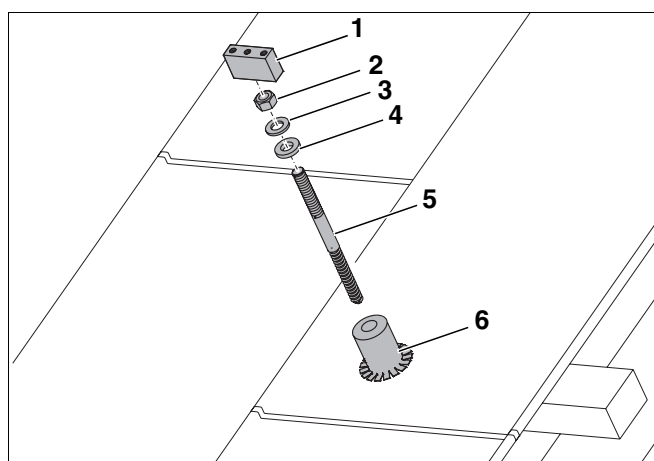

Fig. 27 Montaggio su tetto coperto con lamiera
Per il fissaggio delle guide profilate, invece dei ganci da tetto dovranno essere montate delle viti prigioniere (fig. 27, **pos. 5**). Al montaggio, rispettare le distanze prescritte (w, x ed y) fra le viti prigioniere (tab. 5 e tab. 6, pag. 14).
Per garantire la tenuta ermetica del tetto, sul tetto in lamiera dovranno essere saldati, per le viti prigioniere (fig. 27, **pos. 5**), delle guaine (fig. 27, **pos. 6**) fornite dal committente.